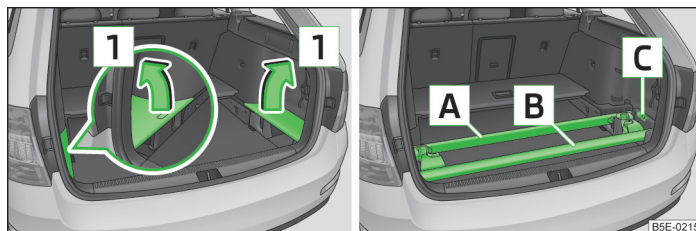

Fig. 87 Scoateți capacele laterale / depozitați corect suportul pentru portbagaj de acoperiș
► Scoateți capacul lateral al portbagajului în sensul săgeții **1** » fig. 87.
- Scoateți capacul lateral al portbagajului în sensul săgeții **1** » fig. 87.
- Remontați capacele laterale ale portbagajului în sens contrar săgeții **1** » fig. 87.
- Cheile pentru suportul pentru portbagaj de acoperiș se pot depozita în adâncitura **C** » fig. 87.